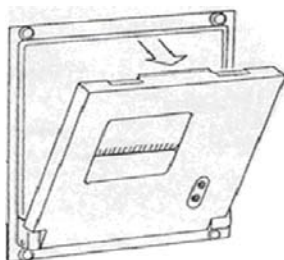

Abbildung 6-9 Frontabdeckung öffnen
1. Öffnen Sie die Frontabdeckung. Siehe Abbildung 6-9.